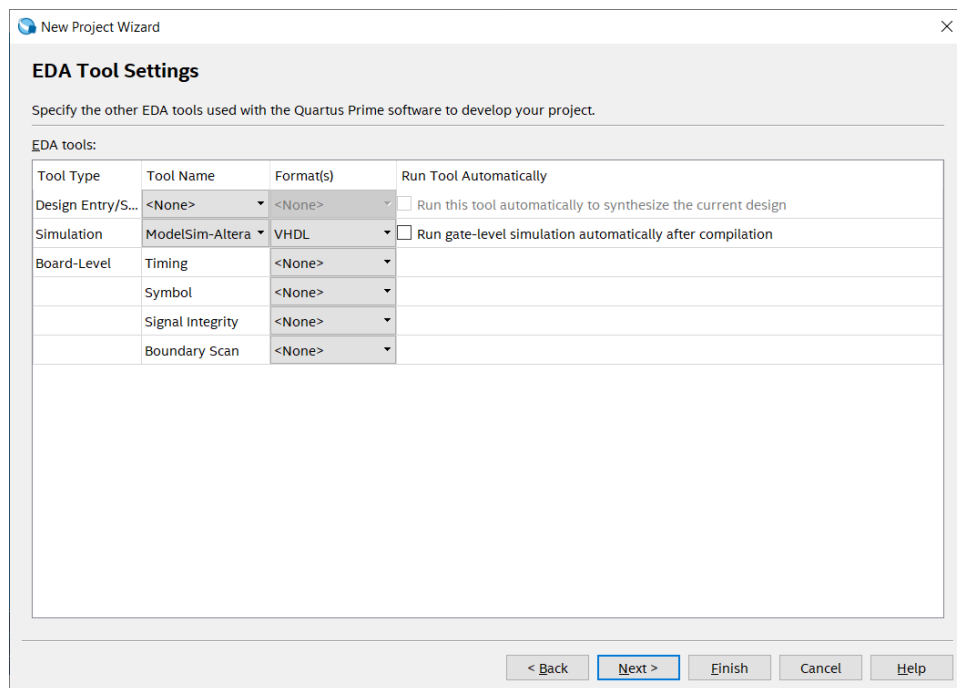

Figura 6. Selección del modo ModelSim-Altera y formato VHDL para la simulación del proyecto
8. A continuación, en la siguiente ventana recuerde habilitaremos de **ModelSim-Altera** en la columna **Tool Name** de Simulation y en la columna **Format(s)** VHDL, como se muestra en la figura 6. Luego click en **FINISH**.